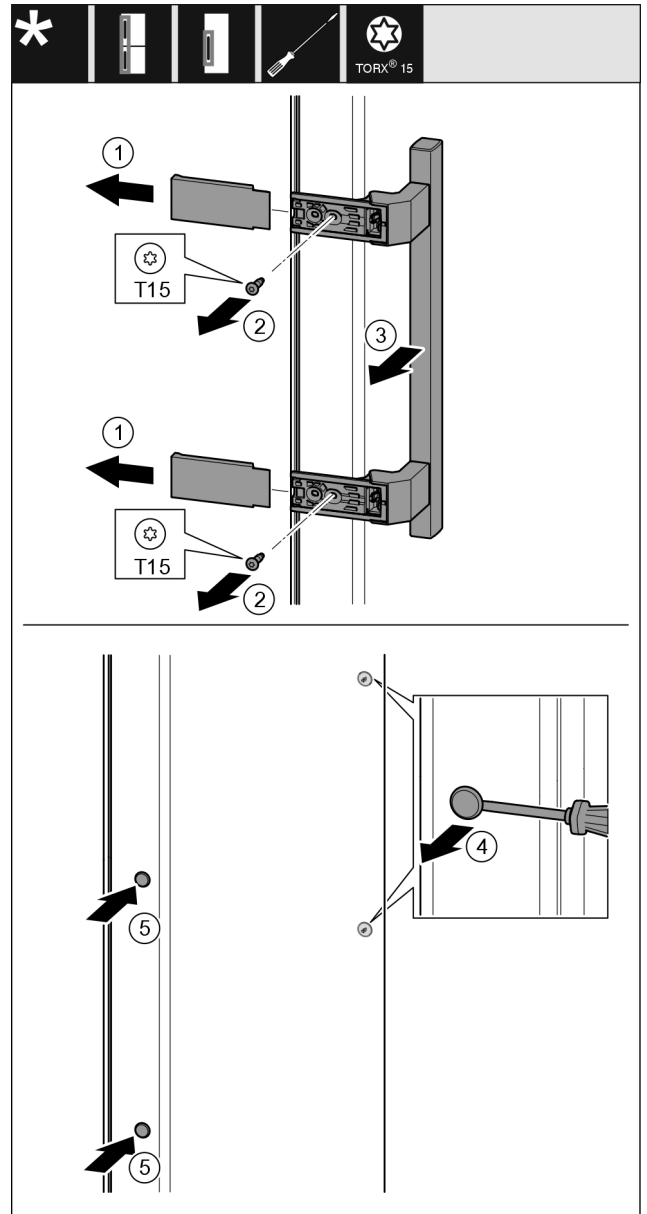

Fig. 54
- ▶ 拆下盖板 Fig. 54 (1)。
- ▶ 用螺丝刀将螺钉 Fig. 54 (2)旋开。
- ▶ 取下把手 Fig. 54 (3)。
- ▶ 用带槽螺丝刀小心地提起侧边的堵头 Fig. 54 (4)并将其拉出。
- ▶ 将堵头 Fig. 54 (5)重新放入另一个侧。